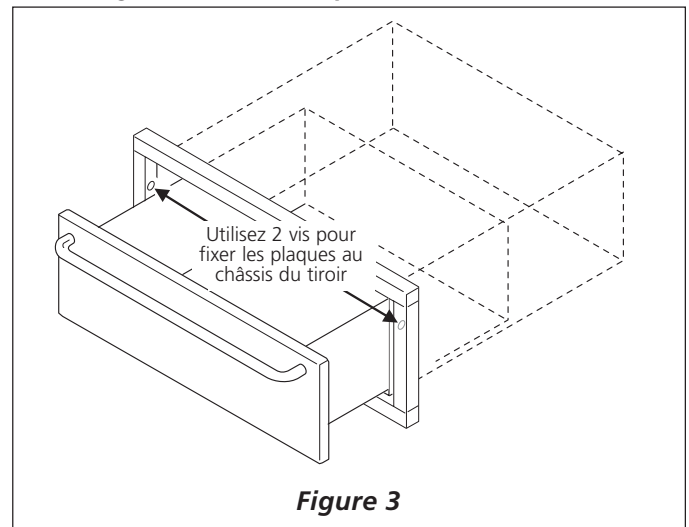

Figure 3
5. Ouvrez le tiroir et fixez le châssis aux plaques à l'aide des 2 vis plaquées au nickel fournies. Engagez les vis de l'intérieur du tiroir vers le trou au centre de chaque plaque (voir Figure 3). **Ne serrez pas les vis outre mesure.**